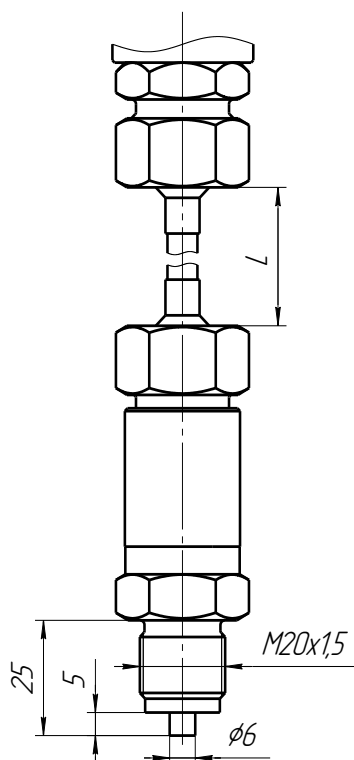

Рисунок 1
- выносной сенсор с кабелем длиной L (м) - код ВС«L» (рисунок 1)